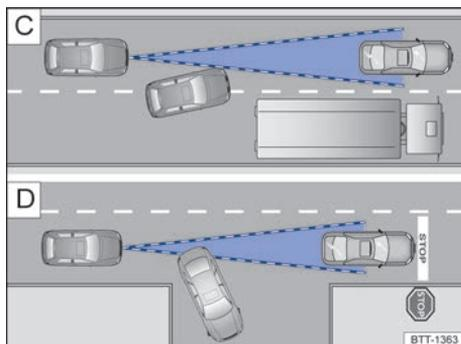

Fig. 120 **C**) Cambio de carril. **D**) Vehículo girando y otro detenido.
Si, p. ej., un vehículo detectado por el ACC gira o se aparta y delante del mismo se encuentra un vehículo detenido, el ACC no reaccionará ante este último → fig. 120 .
- En caso de vehículos que cambien al carril por donde usted circula a muy poca distancia del vehículo → fig. 120 .